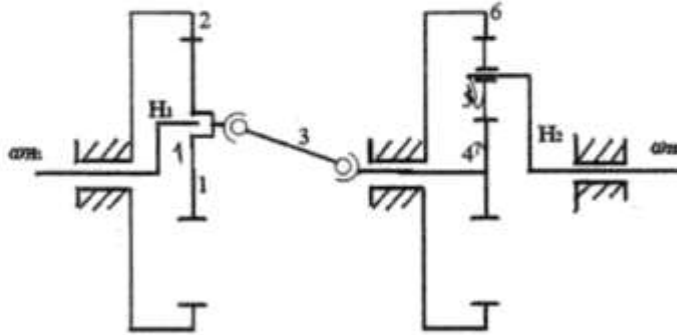

图 3
4. 已知图 3 所示轮系的各齿轮的齿数  $Z_1, Z_2, Z_4, Z_5, Z_6$ ，如果杆  $H_1$  输入，杆  $H_2$  输出，构件 1、3、4 通过万向节连接（转速相等），计算传动比  $i_{H_1 H_2}$ 。（15 分）